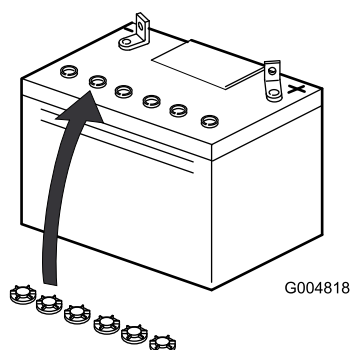

Bild 5
6. Setzen Sie die Einfüllverschlusskappen der Batterie wieder auf (Bild 5).